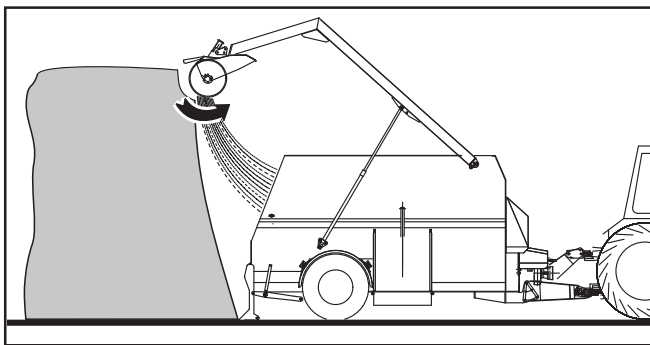
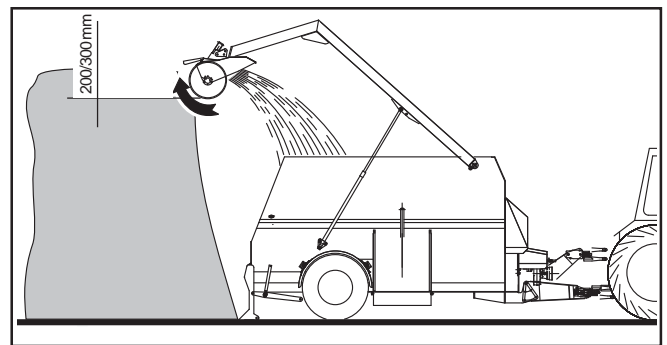

fig.1
fig.2
- 5) Avviare lentamente la rotazione della fresa in senso antiorario (fig.1) con il cardano a circa 300 / 400 giri/min. Iniziare la dessilazione, regolando la velocità di discesa mediante l'apposito pulsante e procedere per circa 200 - 300 mm. fermare quindi la rotazione e procedere con l'inversione del senso di rotazione (fig.2).